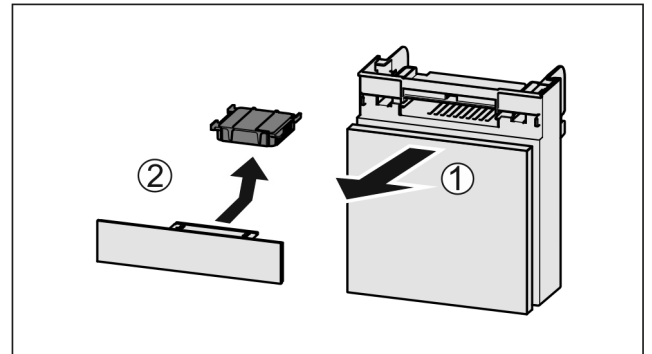

Fig. 69
- Fach nach vorne herausziehen Fig. 69 (1).
- Aktivkohlefilter entnehmen Fig. 69 (2).